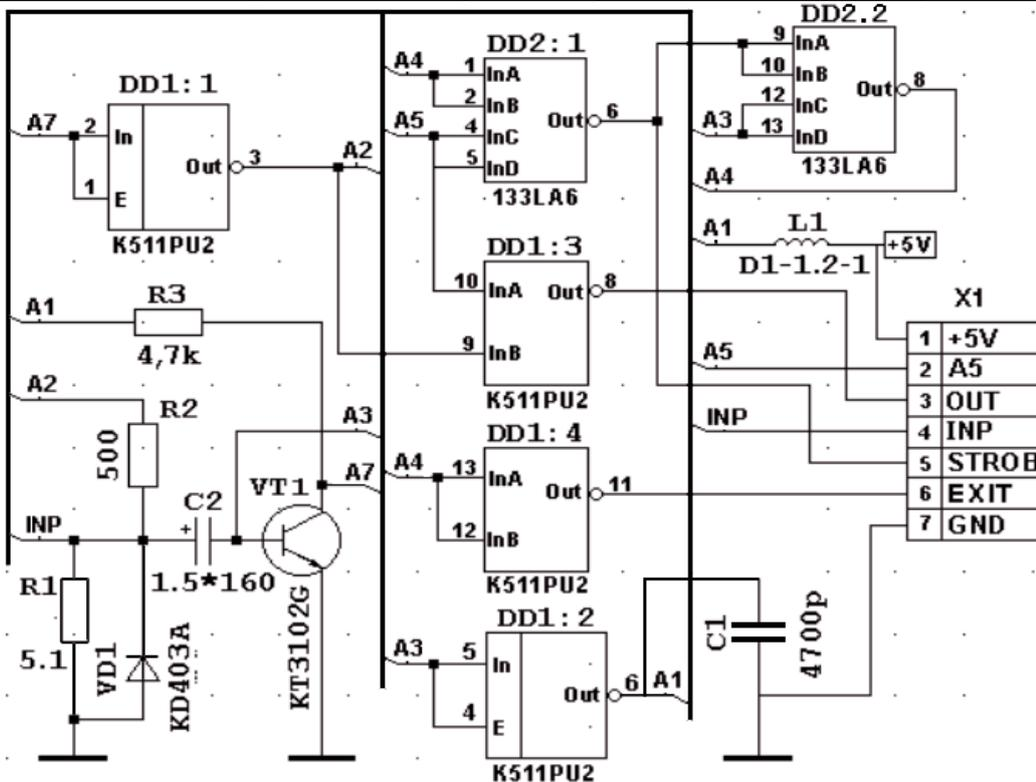

Рис. 36
7. Построить цепи схемы согласно рис. 36. Например, ввод цепи A1 выполняется этапами: